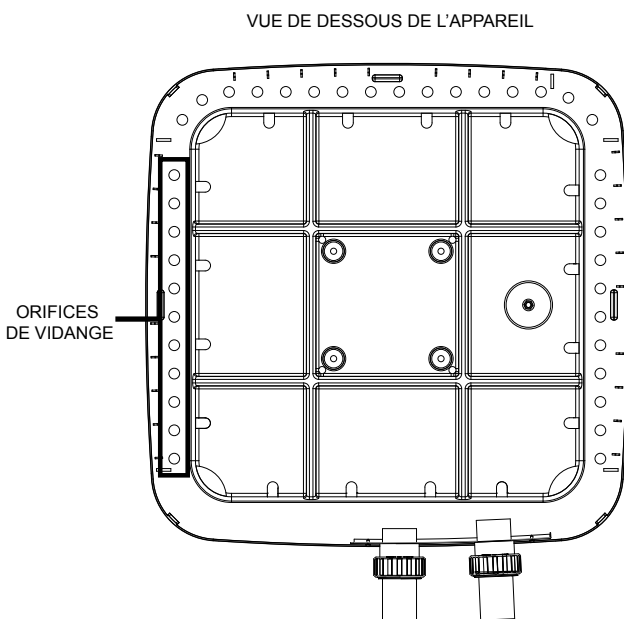

Figure 67. Orifices de vidange de la condensation
1. Assurez-vous régulièrement que les orifices de vidange de condensation de la base sont libres de toute obstruction pouvant prévenir l'écoulement de la condensation. Voir la **Figure 67** pour connaître l'emplacement des orifices de vidange de la condensation.